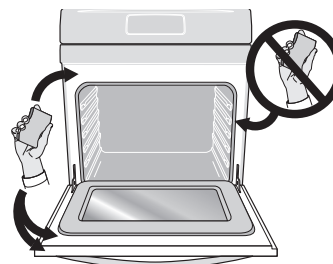

Figure 21 : Nettoyer autour du joint de porte du four
9. Nettoyer les parois et la sole du four. Ne pas nettoyer le joint de porte du four (Figure 21). Éviter de s'appuyer ou de se reposer sur la vitre de la porte du four pendant le nettoyage des parois.